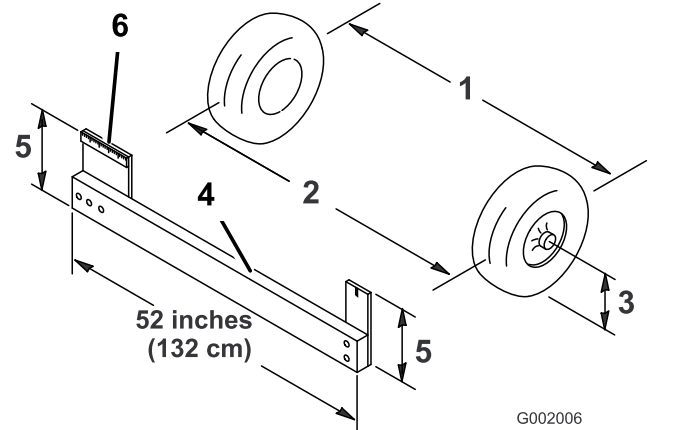

Figura 50
- Mida la distancia entre los neumáticos delanteros a la altura del eje, en la parte delantera y trasera de las ruedas (Figura 50).
calibrador de alineación para medir con precisión la parte delantera de las ruedas delanteras a la altura del eje (Figura 50).